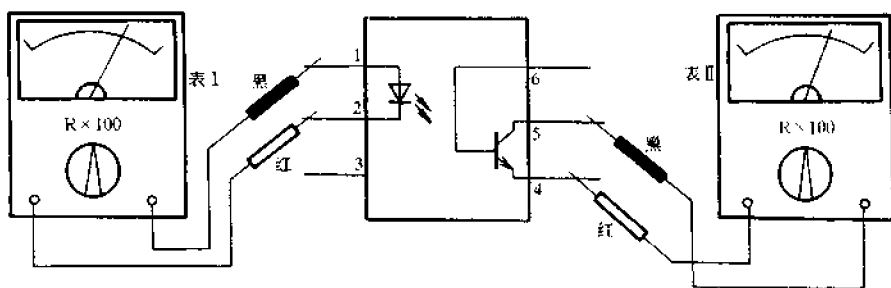

图 4-213 双表法检测光电耦合器的 CTR
现仍以检测 4N35 型光电耦合器为例加以叙述。检测方法如图 4-213 所示。表 I 和表 II 均置于  $R \times 100$  挡。先不接表 I,只将表 II 的黑表笔接⑤脚(光敏管的 e),红表笔接④脚(光敏管的 e),此时光敏管处在截止状态,表 II 电阻读数为  $\infty$ 。然后将表 I 接入,黑表笔接①脚(发光管正极),红表笔接②脚(发光管负极)。此时,表 II 的电阻值应从  $\infty$  迅速减小至几百欧,表明光敏管已经导通。从表 II 指针向右摆动幅度即可判断出被测光电耦合器电流传输比的大小。表 II 指针向右偏转角度越大,证明光电耦合器的 CTR 值越高。如果表 II 指针根本不摆动,则表明被测 4N35 已经损坏。